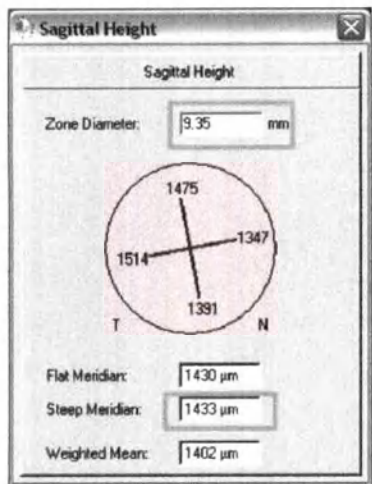

Рисунок 101. Шеймпфлюг-изображение: настройки сагиттальной высоты
- ⚠ Расстояния отображены для каждого из полученных Шеймпфлюг-изображений в миллиметрах (мм). Дополнительно рассчитываются значения сагиттальной высоты на плоском и крутом меридиане в заданной области со стандартными настройками 9,35 мм (см. рис. 101 «Шеймпфлюг-изображение: настройки сагиттальной высоты» на странице 150).